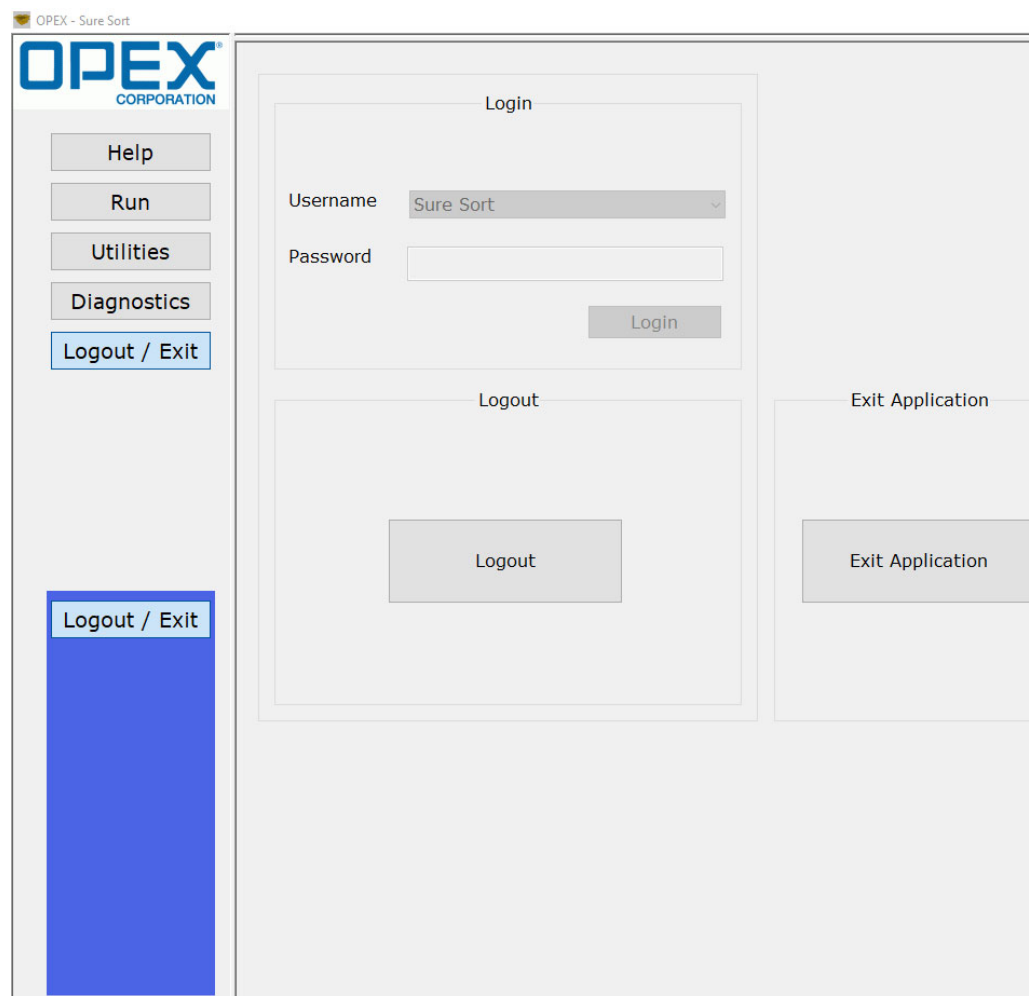

Figure 1-43: Janela de Interface do Software de Hospedagem
3. A janela da Interface do Software de Hospedagem é exibida (consulte Figure 1-43).